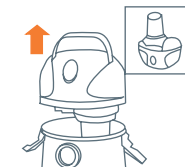

Fig. 11
Desmonte la cubierta motor (3) tirando hacia afuera los ganchos de cierre (7). Apoye la cubierta motor (3) con el portafiltro (21) mirando hacia arriba. (Fig. 11).